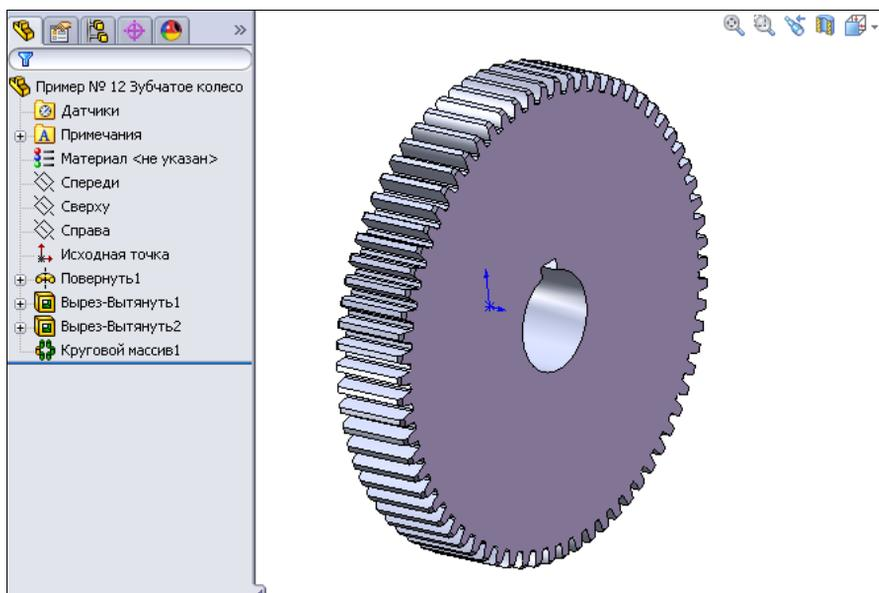

Рис. 2.151
4. Нажмем кнопку **ОК** , чтобы закончить построение зубчатого колеса. На экране отобразится зубчатое колесо со шпоночным пазом (рис. 2.151).